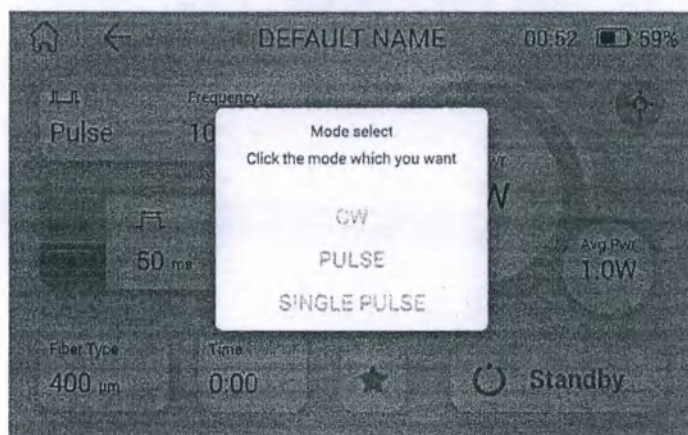

Рис.3.1. Выбор интерфейса режима лазера
3.1 Нажмите кнопку «Pulse» (Импульс), чтобы выбрать режим лазера: CW (непрерывная волна) /ИМПУЛЬС/ОДИНОЧНЫЙ ИМПУЛЬС (Рис. 3.1).